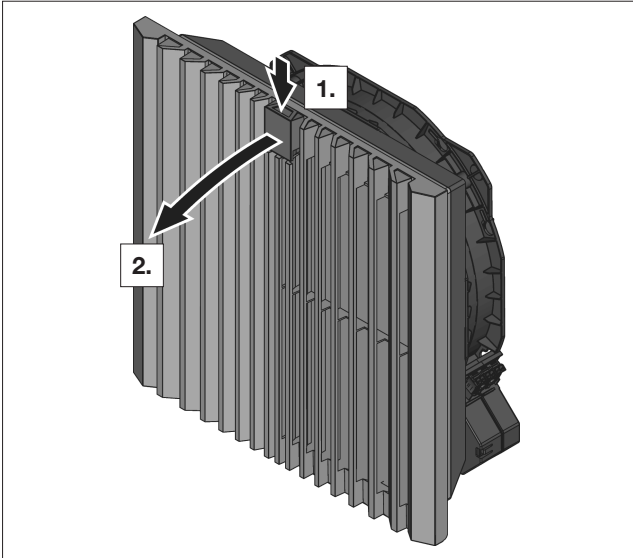

Fig. 22 : déverrouillage de la grille à lamelles
- Pour déverrouiller la grille à lamelles, appuyer depuis le haut sur le logo de fonction (voir fig. 22).